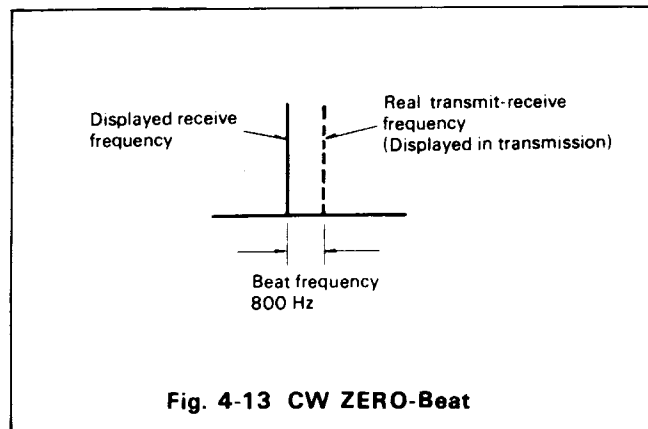

Fig. 4-13 CW ZERO-Beat
### (5) CW OPERATION (fig. 4-13)